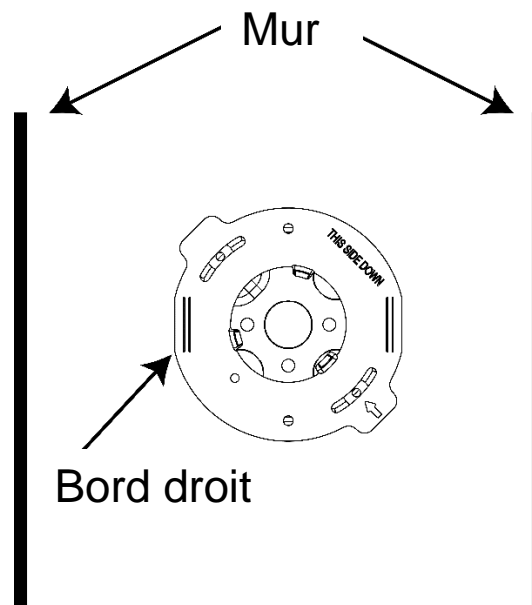

Figure 3
- Utiliser les **vis n° 8** fournies pour fixer le support de montage encastrable au plafond en le fixant au boîtier de raccordement. **S'assurer que le côté du support de montage portant le texte « THIS SIDE DOWN » (CE CÔTÉ EN BAS) est orienté vers le sol.** En cas d'installation d'un Slimform carré, utiliser les bords droits du support de montage pour faciliter l'alignement du luminaire. Pour aligner un dispositif carré parallèlement à un mur quelconque, **s'assurer que le bord droit du support est parallèle au mur**, comme illustré à la *Figure 3*.